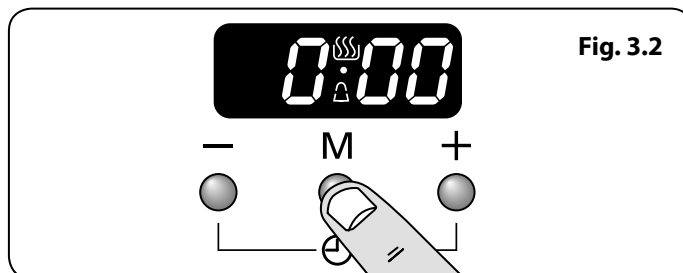
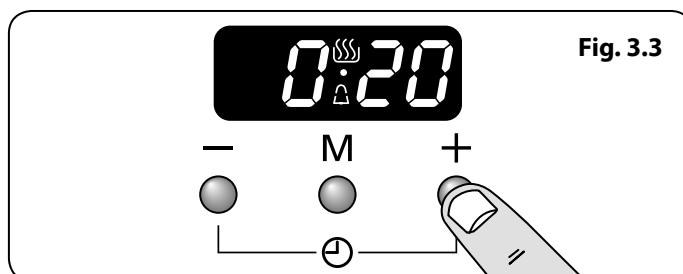

Fig. 3.2
Fig. 3.3
1. Appuyer sur le bouton mode [M] une fois (**Fig. 3.2**). Le symbole de la cloche [🔔] clignotera sur l'écran. Sélectionner le compte à rebours souhaité entre 00.01 h et 23.59 h à l'aide du bouton [+] (**Fig. 3.3**). Le compte à rebours débutera automatiquement et le symbole [🔔] s'affichera à l'écran.